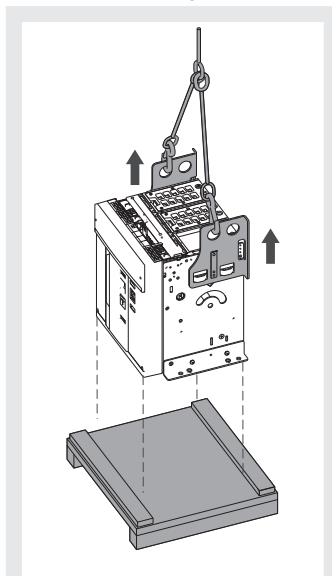
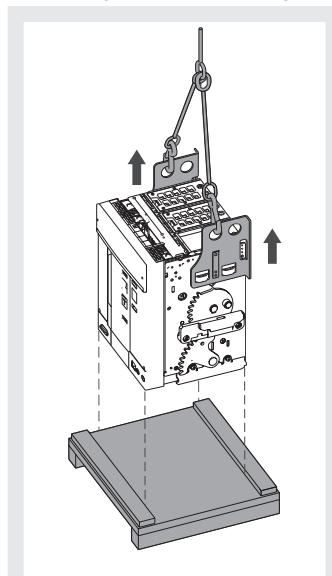

Abbildung 15
Abbildung 16
1. Den Leistungsschalter mit Hilfe der Hebeplatten, die gesondert zu erwerben sind, vom Boden der Verpackung abheben. Siehe Abbildung 15 und Abbildung 16.